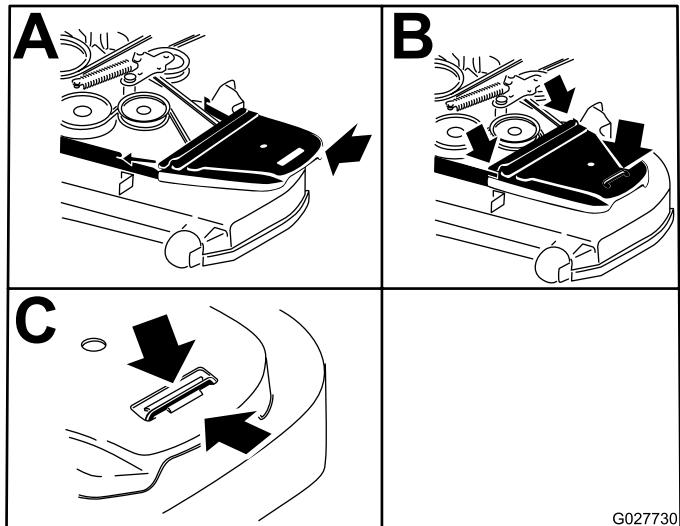

Bild 62
14. Bringen Sie die Riemenabdeckungen wieder an (Bild 62).